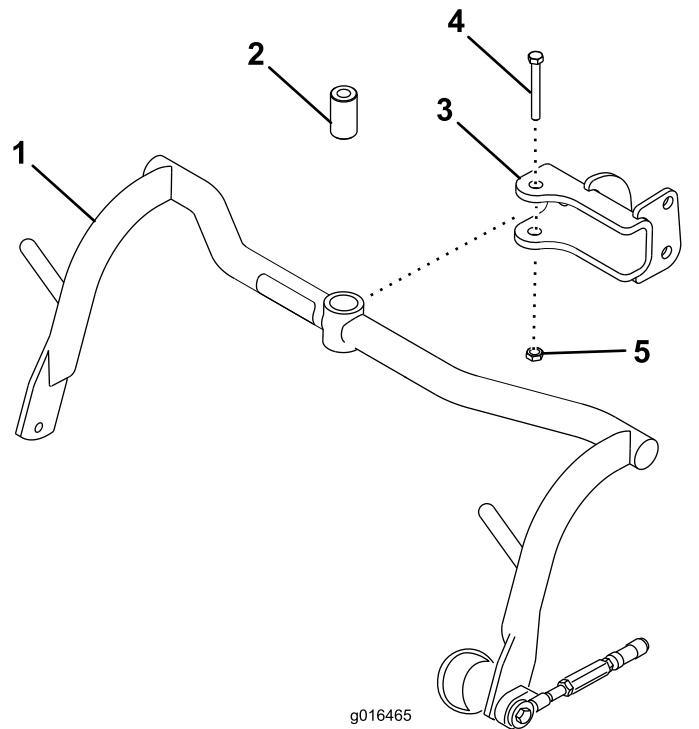

Рисунок 8
1. Закрепите узел несущей рамы в каждой вилке, используя проставку, болт (1/2 x 3/4 дюйма) и контргайку (1/2 дюйма); см. Рисунок 8. Затяните с моментом от 91 до 113 Н·м.